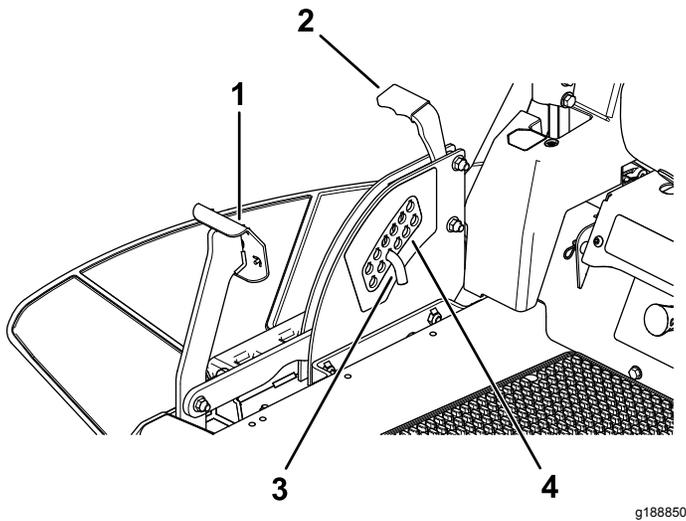

Bild 26
1. Treten Sie mit dem Fuß auf das Mähwerkhubpedal und heben Sie das Mähwerk in die arretierte Transportstellung an (d. h. die Schnitthöhe von 114 mm), wie in Bild 26 abgebildet .
2. Entfernen Sie den Splint zum Einstellen der Schnitthöhe aus der Schnitthöhenhalterung (Bild 26).
3. Wählen Sie ein Loch in der Schnitthöhenhalterung, das der gewünschten Schnitthöhe entspricht, und stecken Sie den Stift wieder ein (Bild 26).